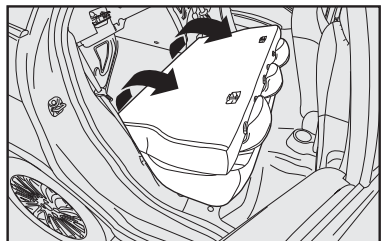

fig. 90
4) Rebater para a frente o encosto, passando os cintos pelos lados, até que este se apoie sobre o assento traseiro **fig. 90**.